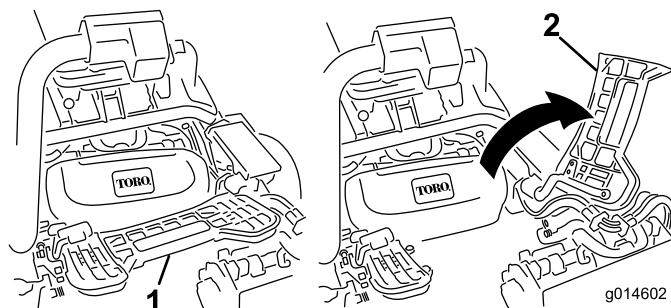

図 32
2. フットレストを跳ね上げて開き、中央カッティングユニット取り付け位置へのアクセスを確保する 図 32。